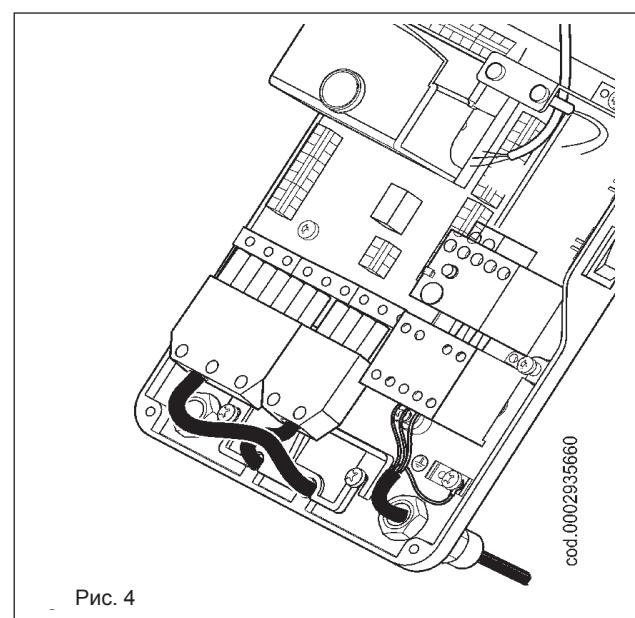

Рис. 4
- Открутите 4 винта (1), как показано на рисунке 1. Снимите крышку для получения доступа к щиту управления горелки.
- Ослабьте винты (2) для снятия зажимной пластинки проводов (3), проденьте через отверстия два разъёма (7-штырьковый и 4-штырьковый), как показано на рисунке 2. Если горелка трёхфазная, соедините питающие провода (4) к дистанционному выключателю, закрепите заземляющий провод (5) и затяните соответствующий хомут.
- Установите зажимную пластинку, как показано на рисунке 3. Поверните эксцентрик (6) так, чтобы пластинка образом надавила на два провода. После этого закрутите винты фиксации пластинки. Наконец, соедините два разъёма (7-штырьковый и 4-штырьковый), смотрите рисунок 4.
- Для закрытия крышки электрического щита закрутите 4 винта (1) соответствующим моментом затяжки для гарантирования правильности уплотнения.